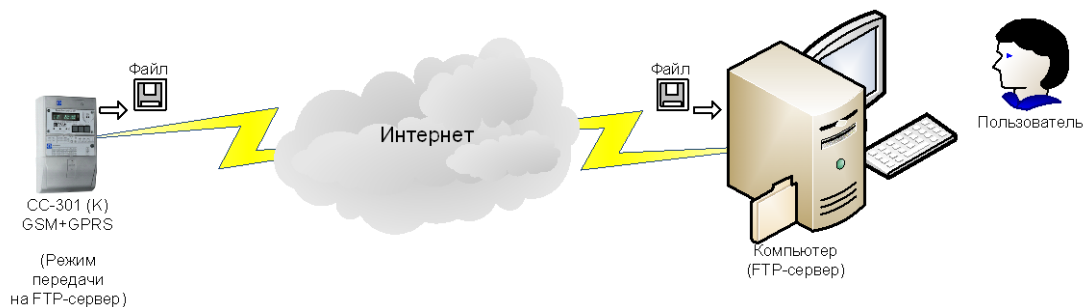

Рисунок 11. Передача показаний счетчика в файлах на FTP-сервер по заданию пользователя
1.10 Счетчик автоматически по расписанию передает свои показания в файлах на FTP-сервер пользователя, подключенный к сети Интернет (Рисунок 11). В этом варианте основной последовательный интерфейс свободен, а модуль расширения «Модем GSM» внутри счетчика работает в режиме передачи на FTP-сервер. Максимально допустимое расстояние до прибора ограничено только наличием доступа компьютера пользователя к сети Интернет, а счетчика – к сети оператора связи GSM/GPRS. Необходимые показания счетчика (см. Таблицу 1), расписание передачи и адреса FTP-серверов получателей программируются пользователем заранее. Примеры получаемых пользователем файлов приведены в Приложении 1.